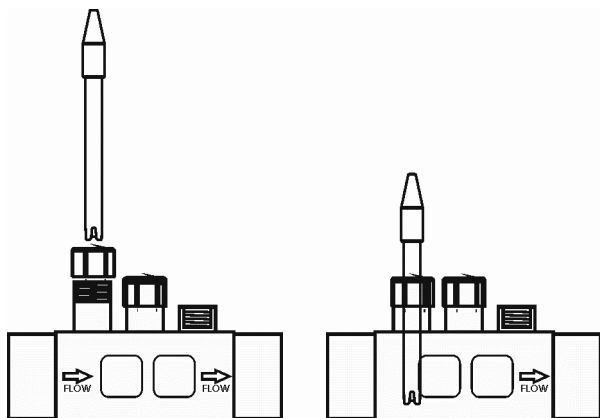

Fig. 12
1. Steek de pH-sonde die samen met het apparaat werd geleverd, in de overeenstemmende behuizing van de sondehouder. (Fig. 12)